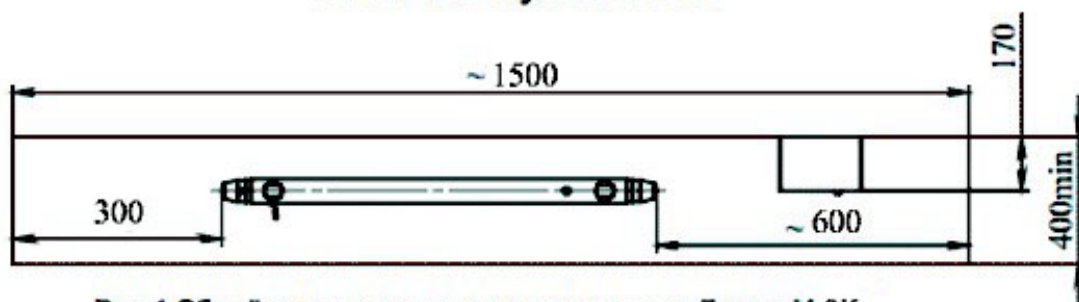

Рис. 1 Общий вид и план размещения установки Лазурь М-3К
3.1 УФ установка состоит из фотохимического реактора (ФХР) 1 и шкафа питания и управления (ШУ) 2 (см. Рис.1).
3.6. Шкаф управления (ШУ) 2 предназначен для питания УФ лампы, УЗ-излучателя и контроля за их работой. Габаритный чертеж шкафа питания и управления представлен на Рис.1.
5.3. Проверить герметичность уплотнительных колец 5 на защитной кварцевой трубке 4 в реакторе. При необходимости подтянуть их с помощью гаек 7 (Рис.1).